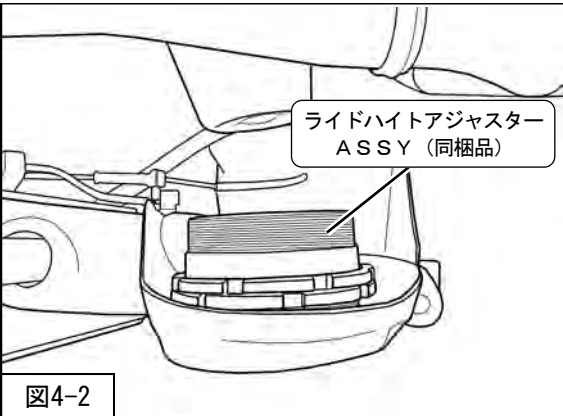

図4-2
2. P6「サスペンションASSY構成図」を参考に、六角穴付きボタンボルト(M8・同梱品)(締付トルク:20N・m) ナイロンロックナット(M8・同梱品)を使用してワッシャ(M8,φ18・同梱品) スペーサー(厚・同梱品) スペーサー(薄・同梱品) リアライドハイトアジャスターASSY(同梱品) ワッシャ(M8,φ18・同梱品)を取付けてください。(図4-2)